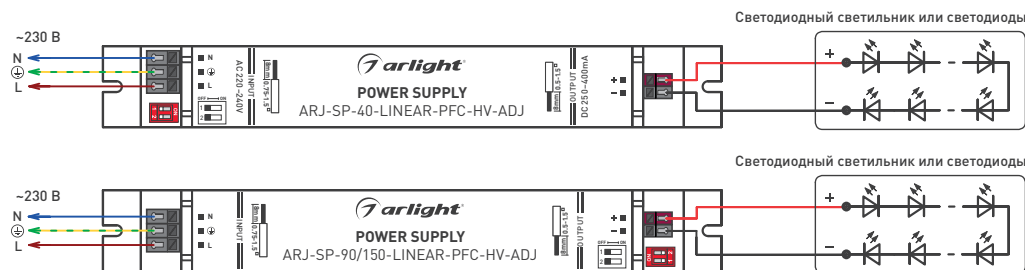

Рисунок 1. Подключение источника тока
- Подключите нагрузку к клеммам OUTPUT, строго соблюдая полярность (рисунок 1).
- Подключите обесточенные провода электросети к клеммам INPUT в соответствии с маркировкой на корпусе (рисунок 1).